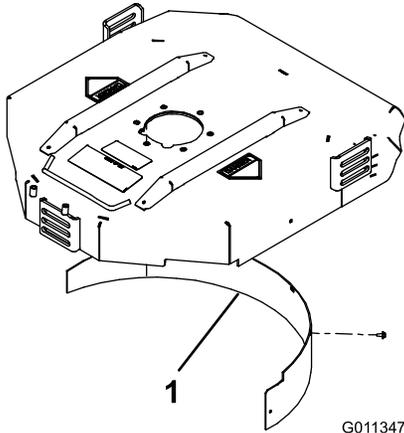

Figura 20
2. Instale o abafador de mulch na abertura traseira e fixe-o com 5 parafusos com cabeça flangeada (Figura 20).